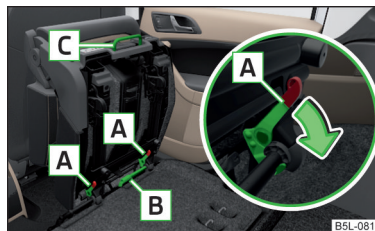

Fig. 64
- Rabatați scaunul spre înainte » **fig. 62 la pagina 73** și deblocați-l prin apăsarea elementelor de blocare **A** în sensul săgeții » **fig. 64**.
- Demontați scaunul central » fig. 64 la pagina 74.
- Rabatați scaunul lateral spre înainte și deblocați-l » fig. 64 la pagina 74.